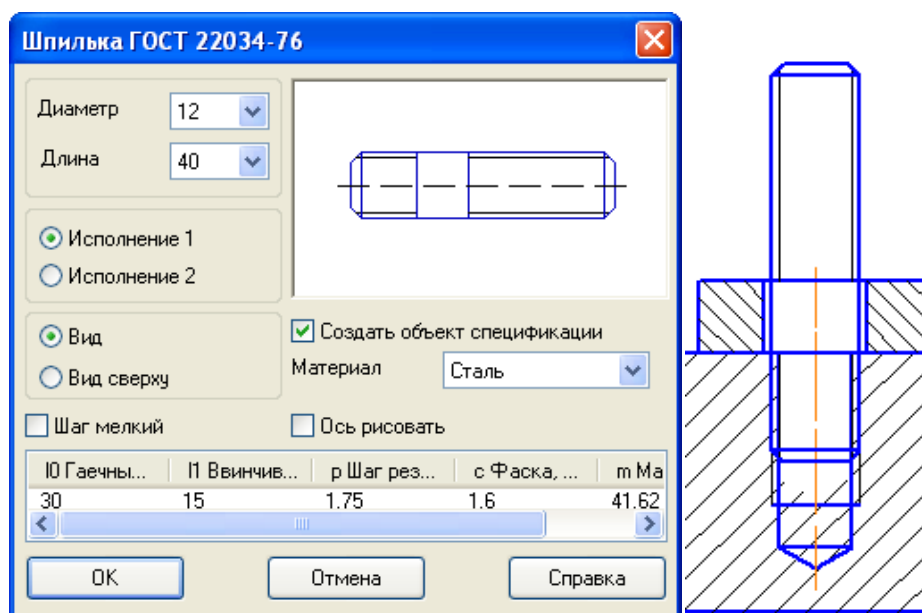

Рисунок4 – Диалоговое окно и вставка шпильки
2. Вставьте из библиотеки Машиностроение ▶ Конструкторская библиотека ▶ Шпильки ▶ Шпилька ГОСТ22034-76. В диалоговом окне задайте следующие параметры (Рисунок4) (длину можно произвольную, или расчетную, приведенную к стандартной). Не забудьте включить опцию Создать объект спецификации!